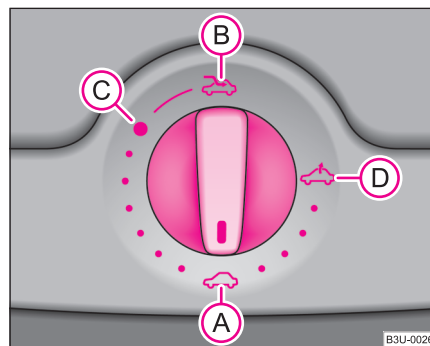

Abb. 31 Drehschalter für das elektrische Schiebe-/Ausstelldach ▶
Das Schiebe-/Ausstelldach wird mit dem Drehschalter → Seite 54, Abb. 31 bedient und funktioniert nur bei eingeschalteter Zündung. Der Drehschalter hat mehrere Raststellungen.
- Wurde die Batterie abgeklemmt und wieder angeschlossen, kann es passieren, dass sich das Schiebe-/Ausstelldach nicht ganz schließt. Sie müssen deshalb den Drehschalter in die Schalterstellung (A) stellen und ihn vorn etwa 10 Sekunden lang drücken.
- Nach jeder Notbetätigung (mit Kurbel) muss das Schiebe-/Ausstelldach in die Grundstellung gebracht werden. Sie müssen deshalb den Drehschalter in die Schalterstellung (A) stellen und ihn vorn etwa 10 Sekunden lang drücken. ■
- Drehen Sie den Schalter in Stellung (C) → Seite 54, Abb. 31.
- Drehen Sie den Schalter in Stellung (B) und halten Sie ihn in dieser Position (gefederte Stellung).
- Drehen Sie den Schalter in Stellung (D).
- Drehen Sie den Schalter in Stellung (A) → Seite 54, Abb. 31.
Das Schiebe-/Ausstelldach ist mit einem Überlastungsschutz ausgestattet. Das Schiebe-/Ausstelldach stoppt und kehrt einige Zentimeter zurück, wenn es sich durch ein Hindernis (z. B. Eis) nicht schließen lässt. Das Schiebe-/Ausstelldach können Sie ohne Überlastungsschutz ganz schließen, wenn Sie den Schalter in Stellung (A) → Seite 54, Abb. 31 vorn oder hinten so lange drücken, bis das Schiebe-/Ausstelldach vollständig geschlossen ist ⇒ ⚠.
Nach jeder Notbetätigung (mit Kurbel) muss das Schiebe-/Ausstelldach in die Grundstellung gebracht werden. Deshalb müssen Sie den Drehschalter in die Schalterstellung **(A)** ⇒ Seite 54, Abb. 31 etwa 10 Sekunden lang vorn drücken. ■